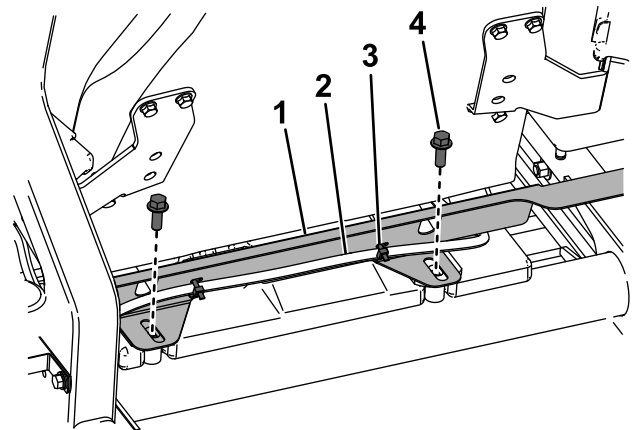

Figura 2
2. Detrás del asiento, corte las bridas que sujetan la manguera al protector térmico, y retire los 2 pernos ($\frac{1}{4}$ " x $\frac{1}{2}$ "), como se muestra en la Figura 2. Retire el protector térmico y guarde los pernos.